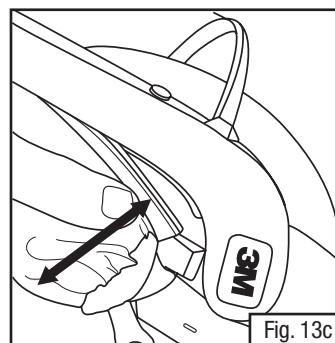

Fig. 13c
- Prendre le joint noir de la membrane d'étanchéité faciale et le retirer délicatement en petites sections, en contournant la membrane d'étanchéité faciale (Fig. 13c).
- Sur la membrane d'étanchéité faciale, localiser le côté où se trouve la boucle en tissu qui est cousue dans l'élastique. En tenant la membrane d'étanchéité faciale avec ce côté vers le haut, prendre le joint noir sur la membrane d'étanchéité faciale et l'aligner avec le bord de la rainure dans le masque de la visière. En commençant avec l'un des bords, enfoncer fermement le joint dans la rainure en petites sections, en contournant la membrane d'étanchéité faciale (Fig. 13c). Les deux nervures du joint devraient être entièrement insérées dans la rainure.